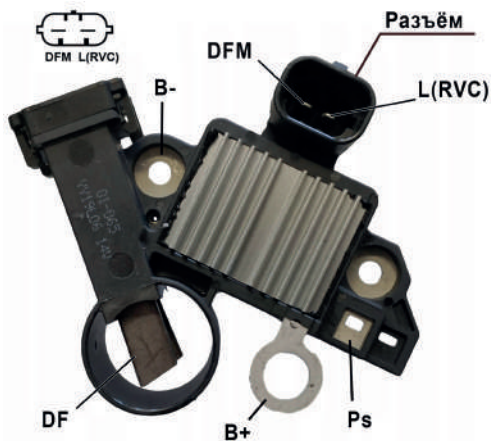

**Рисунок 14. Подключение зажимов в разъёме**
**⚠ ПРЕДУПРЕЖДЕНИЕ!** При подключении зажимов в разъёме важно соблюдать повышенную осторожность, т.к. есть опасность (вероятность) повреждения (выход из строя) регулятора. Необходимо подключать зажим с полностью закрытой изоляцией (рис.14).